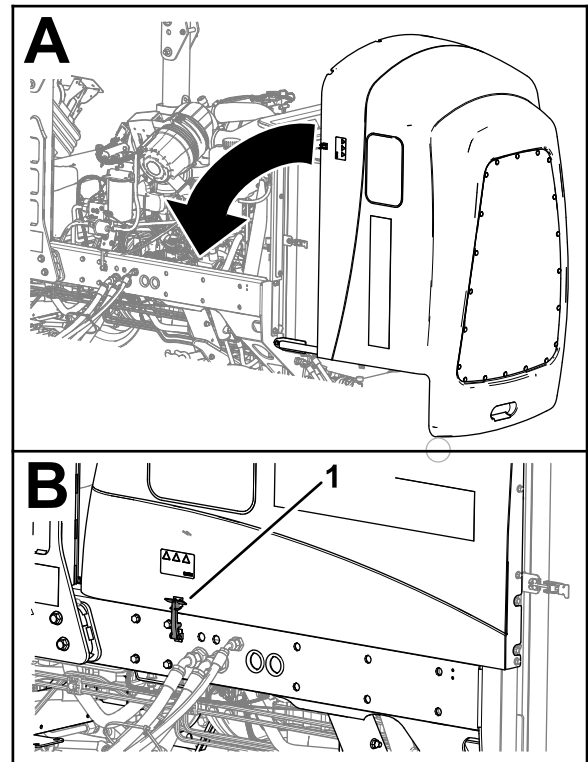

Bild 97
1. Schließen Sie die Haube vorsichtig (Bild 97).